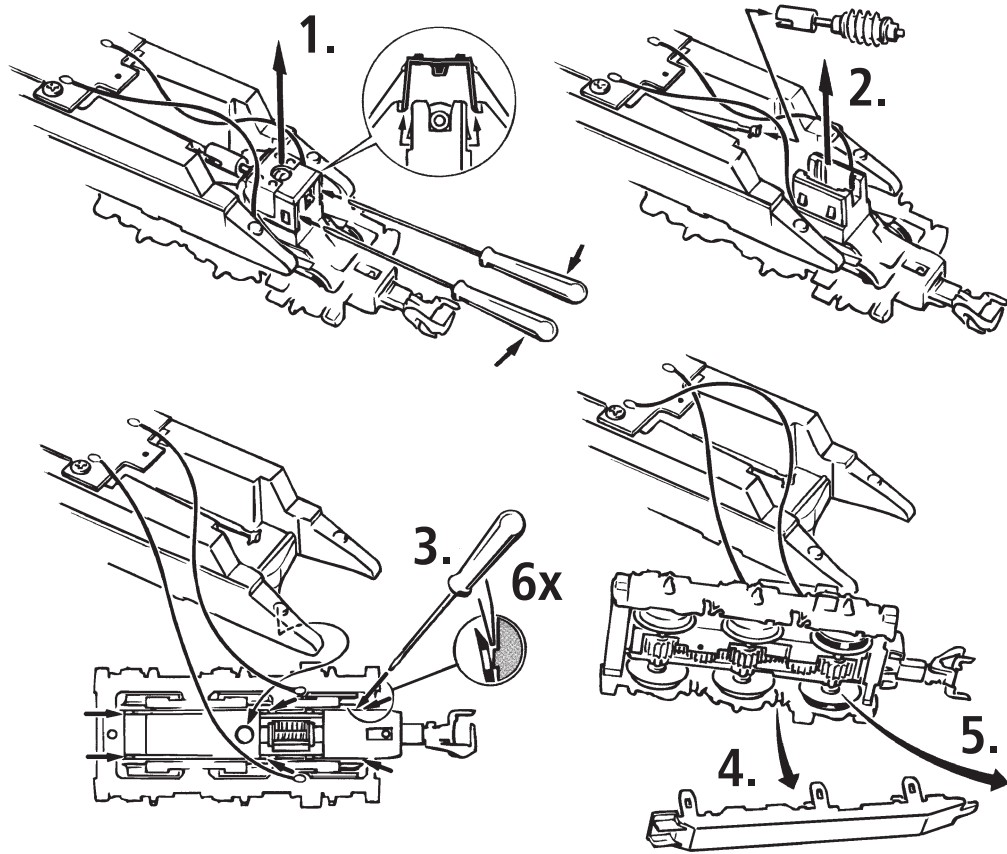
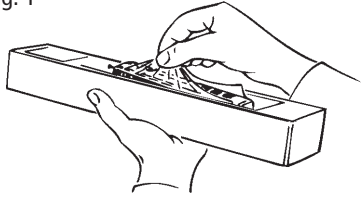
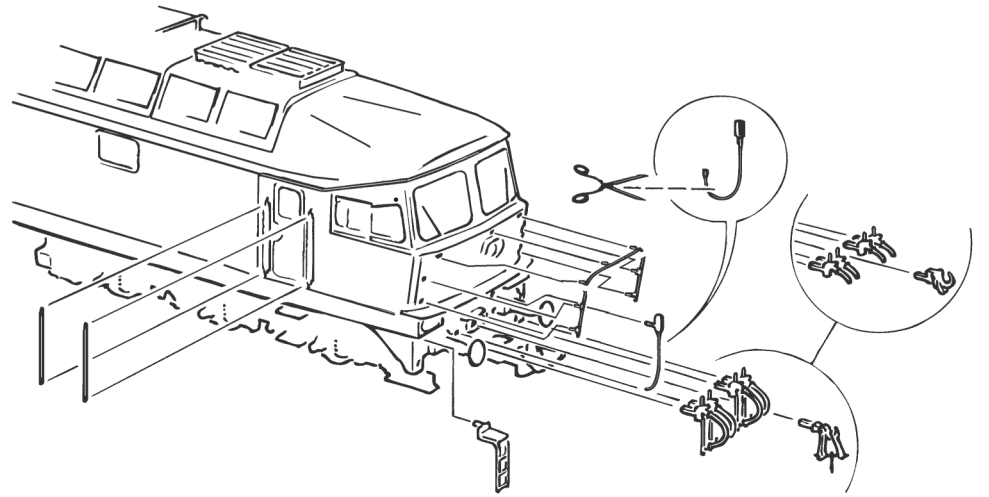

Fig. 7
Fig. 2
Fig. 5
2. Schmierung: Versehen Sie die im Schmierplan in Fig. 5 gekennzeichneten Stellen mit nur **kleinen Öltropfen**. Dazu zuerst das Lokgehäuse abnehmen (Fig. 2). Wir empfehlen den **ROCO Öler Art.-Nr. 10906**. Fürs Schmieren der Getriebeteile (Zahnräder, Schnecke) empfehlen wir das **ROCO-Spezialfett Art.-Nr. 10905**. Im Falle der Schmierung diese Teile **nicht ölen**.
4. Motorwechsel: Lokgehäuse abnehmen (Fig. 2). Danach wird der Motor ausgebaut (Fig. 7).
2. Lubrication: Apply **tiny oil drops** to spots marked in fig. 5. Prior to lubrication dismantle locomotive (fig. 2). We recommend using item no. **10906, Roco oiler**. For lubrication the gearparts (e.g. cogwheels, worm) we would recommend our Roco **special grease** (item no. **10905**).
4. Motor Changing: First remove loco body (fig. 2), and then the motor (fig. 7).
2. Graissage: N'appliquez **qu'une tout petite goutte** aux endroits indiqués par le plan de graissage (fig. 5) après avoir démonté la caisse de la locomotive (fig. 2). Nous vous recommandons **le graisseur à huile Roco réf. 10906**. Pour graisser les engrenages (roues dentées, vis sans fin) nous vous conseillons la **graisse spéciale Roco réf. 10905** pour engrenages en matières synthétiques. Lorsque vous utilisez cette graisse il faut éviter d'huiler ces composants.
4. Remplacement du moteur: Démontez la caisse (voir fig. 2). Démontez ensuite le moteur (fig. 7).
1. siehe } Fig.2
voir } Fig.2